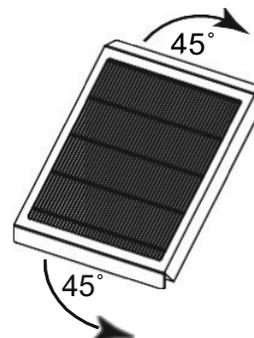

Fig. 27 – Pliez les volets à 45 °
12. Plier les deux rabats du filtre MERV13 pour former un angle de 45 degrés, tel qu'illustré ci-dessous (Fig. 27).